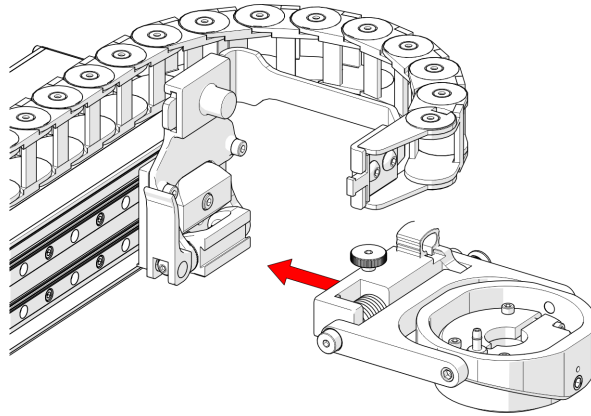

Abbildung 2-38 Befestigung an der Schwalbenschwanzbacke
4. Richten Sie die Schwalbenschwanzbacke des Korrosionsdicken-Prüfkopfhalters (siehe Abbildung 2-38 auf Seite 75) und die schwenkbare Halterung des Rasterarms aus.